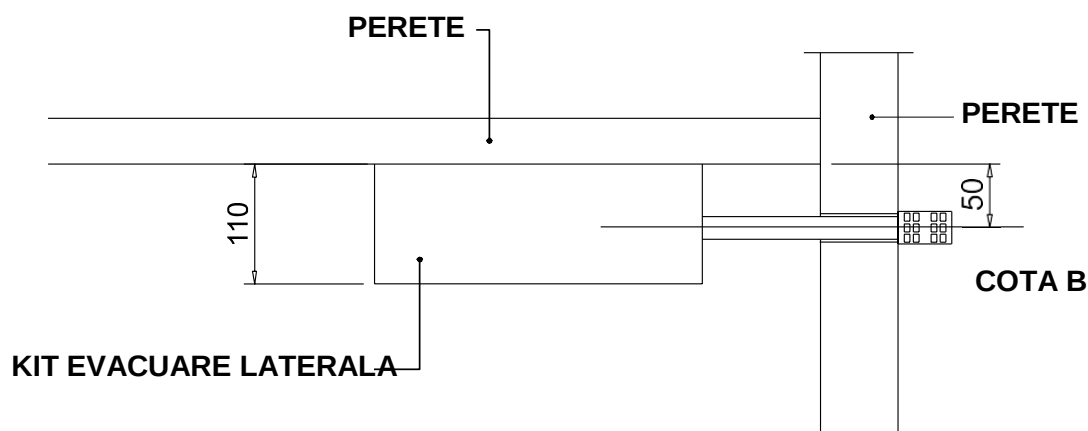

Fig. 5.15 Vizualizare in plan
1. Dati o gaura ($\varnothing 60$ mm) in perete cu cotele A si B indicate in detaliile din fig. 5.15
2. Se fixeaza in perete racordul posterior pentru evacuarea laterala (1) cu orificiul iesire terminal de evacuare (2) la dreapta sau la stanga mentinand centrul orificiului $\varnothing 60$.
3. Introduceti cele patru piulite cu suport in cutia interna in locurile special realizate (3)
4. Fixati pe termoconvectorul (4) cutia pentru curba (5) cu ajutorul suruburilor din dotare
5. Fixati pe cutia (5) racordul $\varnothing 60$ tip mama (7) cu ajutorul celor patru suruburi din dotare impreunand garnitura (9)
6. Ridicati cele patru aripioare pretaiate (8) situate pe racordul posterior (1)
7. Fixati termoconvectorul (4) la racordul posterior cu suruburile din dotare si piulitele cu cleme (3)